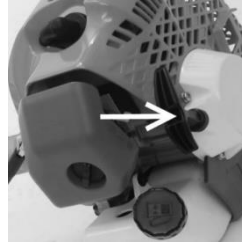

Рисунок 10
4.1.6 Притримуйте виріб однією рукою, вільною рукою потягніть за ручку стартера до його "зачеплення". Кілька разів потягніть рукоятку стартера без ривка (рис.10) до появи перших ознак запалювання суміші в циліндрі двигуна.